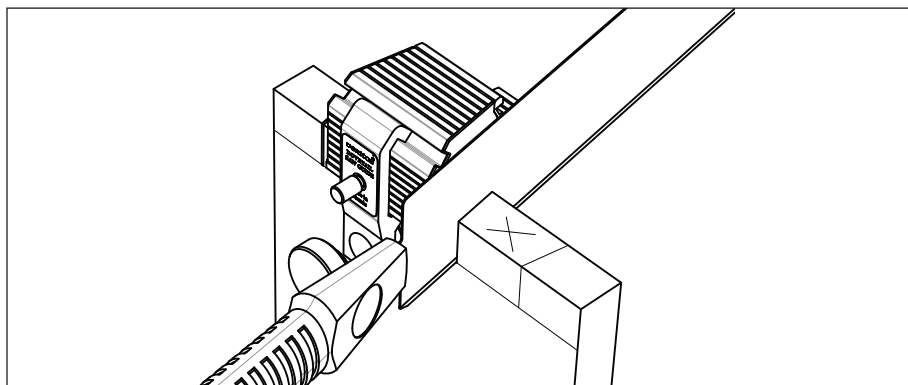

Figure 18 : Coupe des contre-queues
3. Couper jusqu'à la ligne qui marque la base des contre-queues, en veillant à ce que la scie demeure bien de niveau vers la fin de la coupe. Voir la **figure 18**.